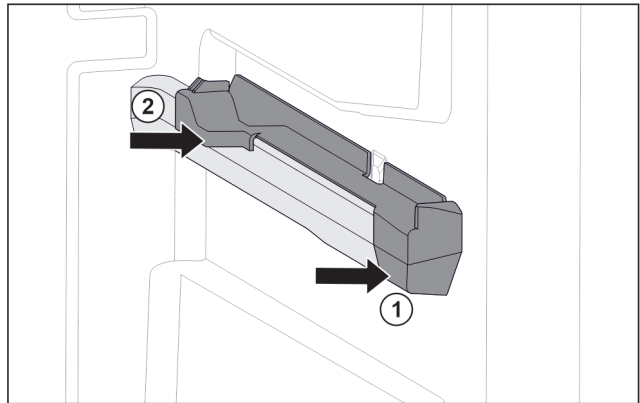

Fig. 104 Påsettsingsdel på høyre beholderribbe
- ▶ Sett på påsettsingsdel foran på beholderribben. Fig. 104 (1)
- ▶ Trykk på påsettsingsdel bak. Fig. 104 (2)